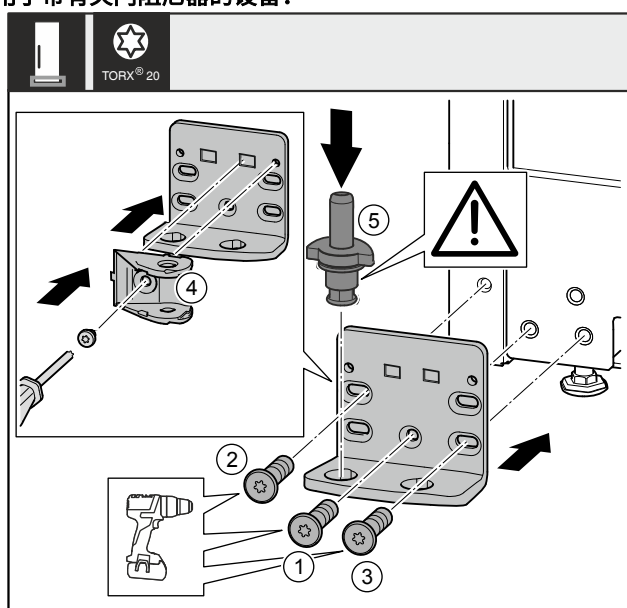

Fig. 37 *
- ▶ 将托架安装到另一侧，并借助螺丝刀旋紧。用螺钉 Fig. 37 (1) 从底部的中心开始。*
- ▶ 拧紧螺钉 Fig. 37 (2) 和螺钉 Fig. 37 (3)。*
- ▶ 将关门阻尼器连接装置 Fig. 37 (4) 旋转 180°。用螺丝刀拧紧托架的另一侧。*
- ▶ 将轴承螺栓 Fig. 37 (5) 完全装入。同时注意止动凸轮需指向后方。*